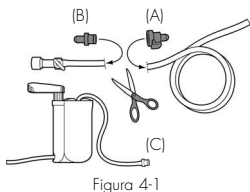
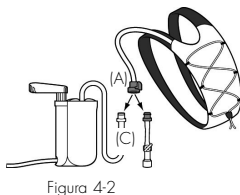

Figura 4-1
Figura 4-2
1. Corte o tubo de beber do recipiente de hidratação ao tamanho pretendido (aproximadamente 10 centímetros desde a extremidade do tubo de beber). Ver Figura 4-1
2. Ligue o corpo branco (A) à parte comprida do tubo de beber ligado à vesícula de hidratação.
3. Ligue a inserção branca (B) à parte curta do tubo de beber ligado à válvula de morder.
4. Ligue a segunda inserção branca (C) à extremidade do tubo de saída do filtro da água.
5. Para encher a vesícula, ligue a inserção branca (C) ao corpo branco do tubo de saída (A) no tubo de beber. Encha. Ligue novamente a válvula de morder. Ver Figura 4-2